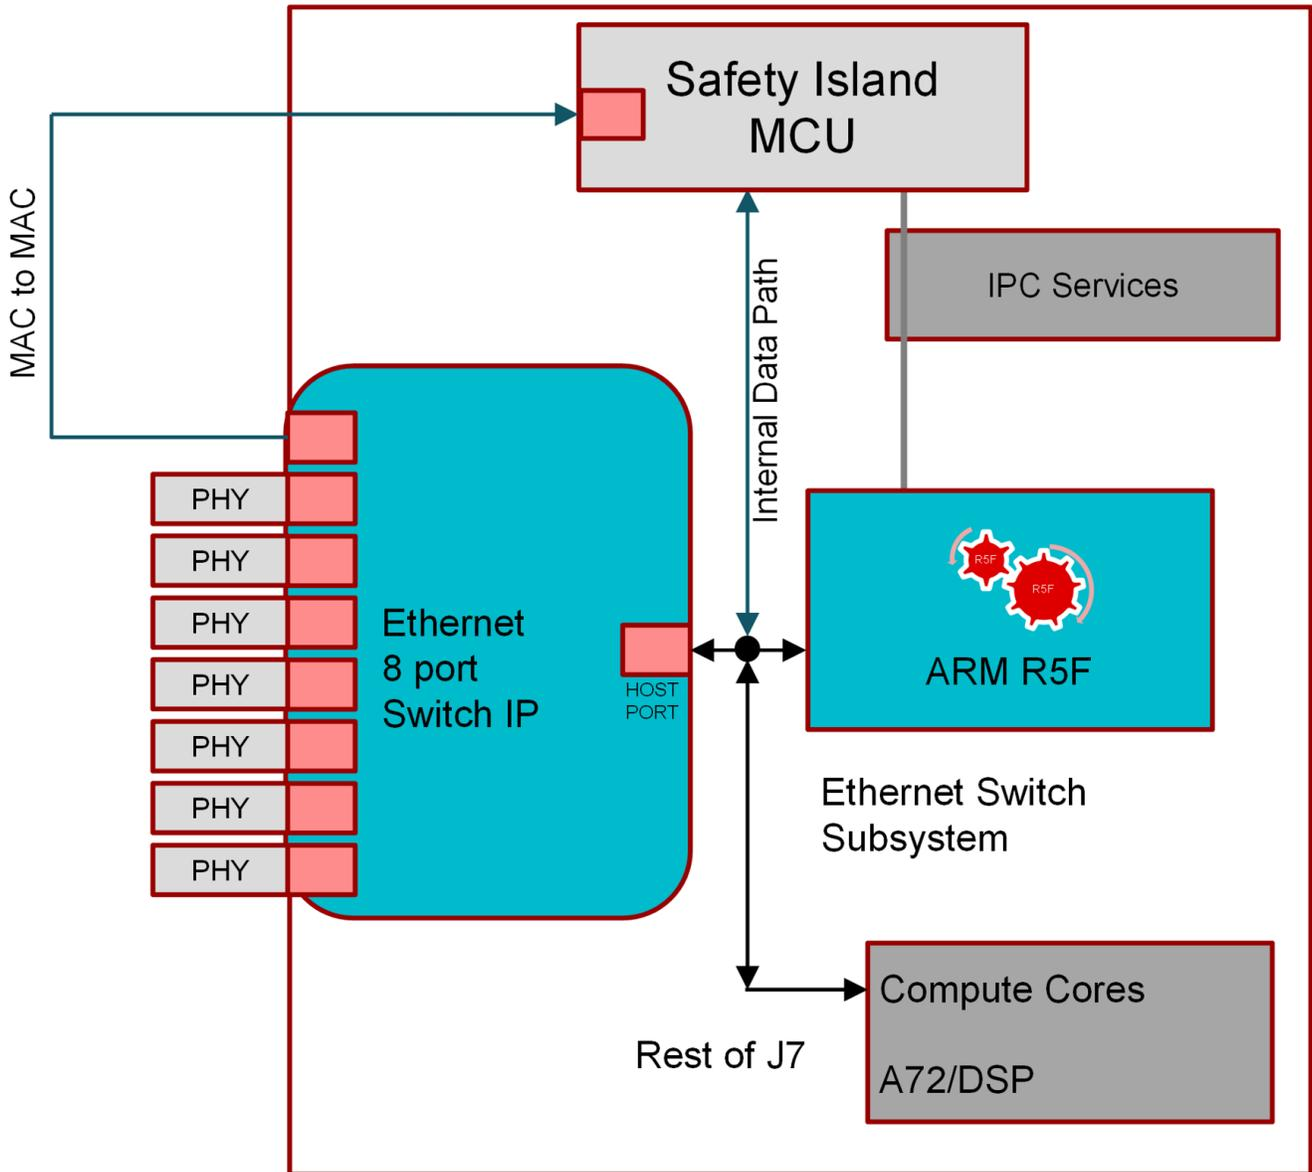

图 2-4. CPSW9G 和 CPSW2G MAC2MAC
1. Jacinto7 分为两部分，MCU 域和主域。CPSW2G 通常分配给 MCU 域，CPSW9G 通常由主域内核 A72 和 R5F 使用。鉴于功能安全要求，MCU 域通常使用 AUTOSAR OS。除了内部数据路径，从外部看，通过 MAC2MAC 连接两个交换机也非常方便。图 2-4 显示系统架构。